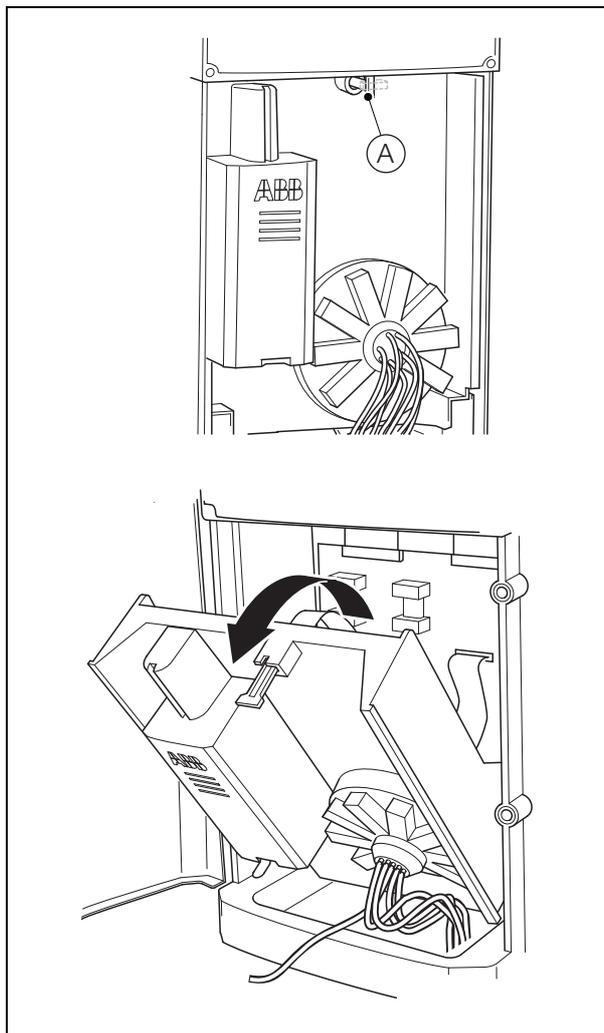

Fig. 13.8 Apertura de la sección analítica
1. Con referencia a Fig. 13.8, gire el mango (A)  $1/4$  de vuelta en sentido horario, tire de la sección analítica hacia adelante y deje que descansa contra sus topes.
1. Con referencia a Fig. 13.8, coloque la sección analítica en posición vertical y fíjela con la palanca (A).